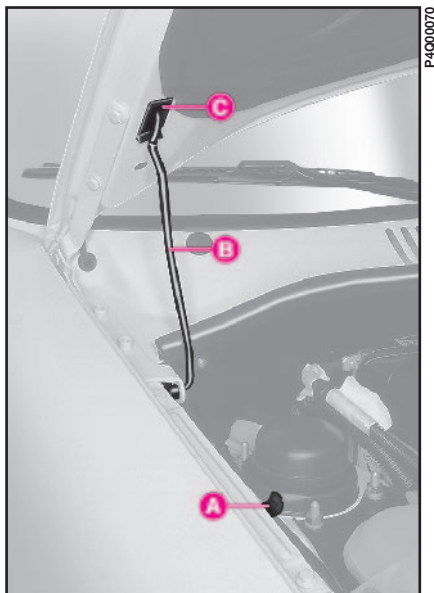

fig. 76
3) Soulever le capot et dégager en même temps la béquille de maintien B-fig. 76 de son dispositif de blocage A.
1) tenir le capot soulevé d'une main et de l'autre dégager la béquille **B**-fig. 76 de son logement **C** et la ranger dans son dispositif de blocage **A**;